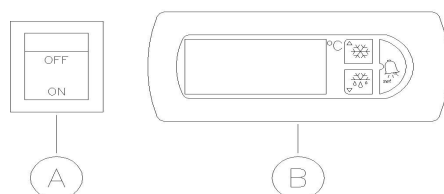

Fig. 2
- Asegurar que el nivel de agua sean dentro de los límites máximo y mínimo (ver fig. 2)